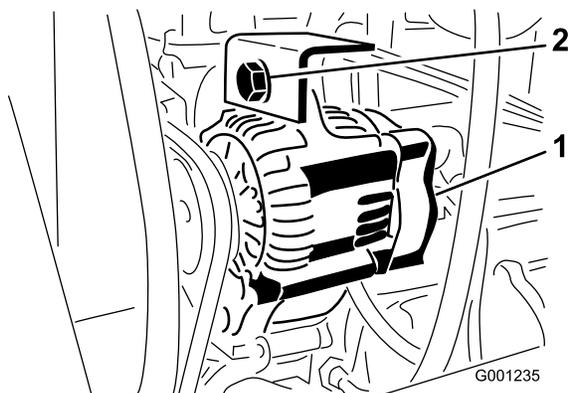

Figura 74
2. Allentate il bullone di montaggio dell'alternatore (Figura 74).
3. Aumentate o riducete la tensione sulla cinghia dell'alternatore e serrate il bullone di montaggio (Figura 74).